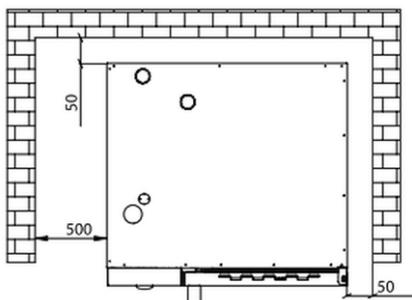

Рис. 3
- Соблюдать минимальное расстояние 50 мм сзади и по бокам между прибором и стенами или другими предметами (рис. 3).